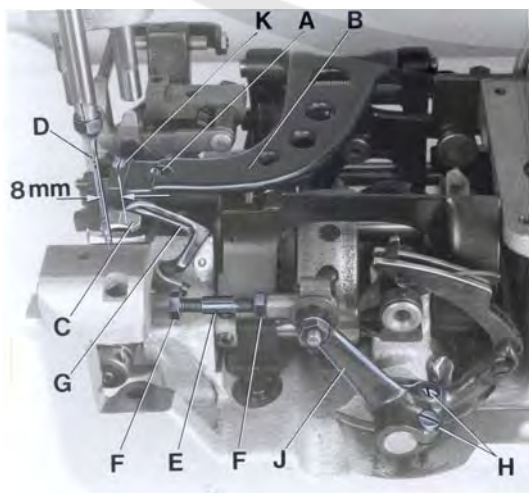
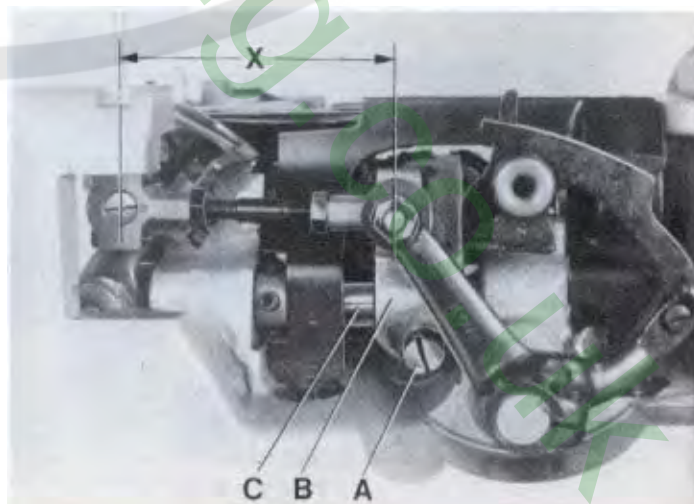
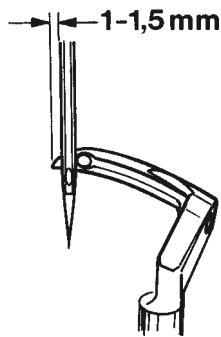
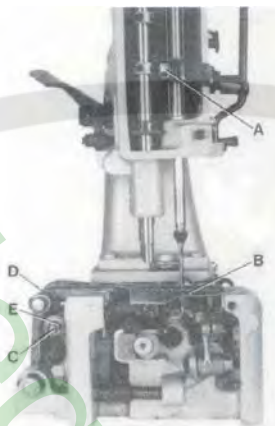

Fig. 3
Fig.4
Fig.5
Fig.6
Remove the presser foot, throat plate and feed dog and on styles 80800H and HA also the needle guard for convenient access to the machine. On styles 80800C, D and E loosen the screw (A, Fig. 3) in the feed bar (B) and push the feed bar needle guard (C) to the rear to avoid its contacting the needle (D).
Quite el pie prensa tela, la placa de la aguja y el diente de arrastre y en las máquinas 80800H y HA también el guarda aguja para tener mejor acceso a la máquina. En los estilos 80800C, D y E suelte el tornillo (A, Fig.3) en la barra de alimentación B y mueva el guarda aguja (C) en la barra de alimentación hacia atrás para evitar que tenga contacto con la aguja (D).
For the two thread double locked stitch styles 80800C, E, H and HA, set the looper connecting rod (E) so the distance (X, Fig. 4) between the center lines of the two ball joints is 69.8 mm (2 3/4"). The dimension (X, Fig. 4) should be 68.3 mm (2 11/16) on the single thread chain stitch style 80800D. For adjustment loosen the two nuts (F, Fig. 3) and turn connecting rod (E) forward or backward as required to obtain specified dimension, retighten nuts (F).
Para las máquinas de dos hilos como 80800C, E, H y HA ajuste la barra del looper (E) para que la distancia (X, Fig. 4) entre los centros de las juntas tenga una distancia de 69,8 mm (2 3/4"). Esta distancia (X, Fig. 4) debería ser 68,3 mm (2 11/16) en las máquinas de un solo hilo 80800D. Para ajustarlo suelte las dos tuercas (F, Fig. 3) y gire la barra (E) hacia adelante o hacia atrás para conseguir la distancia requerida. Apriete nuevamente las tuercas (F).
Rotate the machine pulley in operating direction so that the looper moves from right to left. The looper point should pass as close as possible to the back of the needle without contacting 0.08 to 0.13 mm (.003 to .005") clearance. For adjustment loosen screws (A, Fig. 4) in the looper eccentric fork (B) and turn looper rocker shaft (C) on the looper rocker forward or backward as required. Retighten screw (A).
Gire el volante en sentido de operación para que el looper se mueva desde la derecha hacia la izquierda. La punta del looper debería pasar muy cerca detrás de la aguja sin tocarla – distancia 0.08 a 0,13 mm (.003 a .005"). Para lograr este ajuste debería soltar el tornillo (A, Fig. 4) en la horquilla excéntrica (B) del looper y girar el eje del looper (C) hacia adelante o hacia atrás. Apriete el tornillo (A) otra vez.
Remove the face cover on machine arm. Rotate machine pulley in operating direction until the looper point, moving to the left, projects 1 to 1.5 mm (.040" to .060") left of the needle (see Fig. 5). Lower edge of looper and upper edge of needle eye must be flush in this position. If adjustment is necessary, loosen clamp screw (A, Fig. 6) in the needle bar connection and move the needle bar up or down, as required. Retighten screw (A) and remount face cover.
At highest point of feed dog travel, the feed dog (B, Fig. 6) should be set so, that the rear teeth project their full depth above the throat plate surface. For setting remove the feed dog and adjust the supporting screw (K, Fig. 3) on the top of the feed bar to the required height. Remount the feed dog, and on styles 80800H and HA also the needle guard.
On styles 80800C, D and E stud (C, Fig. 6) for changing the stitch length is accessible from the outside. On styles 80800H and HA the housing for the tape cutter and the rear cloth plate have to be removed for changing the stitch length.
The length of the stitch can be adjusted by raising or lowering the stud (C, Fig. 6) in the segment slot of the feed rocker (D). Lowering stud (C) will lengthen the stitch. After loosening nut (E), stud (C) can be moved accordingly. When the desired stitch length is obtained, retighten nut (E). Remount housing for cutter and rear cloth plate on styles 80800H and HA.
The needle guard (C, Fig. 3) has to be set so, that it just contacts the needle at its most forward point of travel, without deflecting it. On styles 80800C, D and E loosen screw (A, Fig. 3) in the feed bar (B) and adjust the needle guard (C) accordingly. Retighten screw (A). On styles 80800H and HA loosen the feed dog fastening screw and move the needle guard accordingly. Retighten screw and make sure that the feed dog rests on the supporting screw in the feed bar.
El largo de la puntada se ajusta moviendo el perno (C, Fig. 6) en la ranura del eje oscilante (D). Bajando el perno (C) pone la puntada mas larga y subiéndolo la pone mas corta. Después de aflojar la tuerca (E), el perno (C) se deja mover. Cuando se logra el largo de la puntada deseado, hay que apretar la tuerca (E) otra vez. Vuelva a montar la chumacera para el cortador de cinta y la plancha de costura en los estilos 80800H y HA.
Hay que ajustar el guarda aguja (C, Fig. 3) para que toque en su movimiento hacia delante la aguja pero no la desvíe.
En los estilos 80800C, D y E suelte el tornillo (A, Fig. 3) en el soporte del transportador (B) y ajuste el guarda aguja (C). Apriete el tornillo (A) nuevamente.
Remueva la tapa frontal en el brazo de la maquina. Gire el volante de la maquina en sentido de operación hasta que la punta del looper pase 1 a 1,5 mm (.040" a .060") la aguja (vea Fig. 5). En esta posición el borde inferior del looper tiene que encontrarse en el limite superior del ojo de la aguja. Si se requiere ajuste, suelte el tornillo (A, Fig. 6) en la conexión de la barra de la aguja y mueva la barra hacia arriba o hacia abajo como requerido. Apriete el tornillo (A) y ponga la tapa frontal otra vez.
En el punto mas alto del recorrido del alimentador, los dientes del alimentador (B, Fig. 6) deberían sobrepasar la placa de la aguja por la altura completa de los dientes. Para lograr este ajuste remueva el alimentador y ajuste el tornillo de soporte (K, Fig. 3) en la parte superior de la barra de la alimentación a la altura requerida. Monte el alimentador otra vez y en los estilos 80800H y HA también el guarda aguja.
En los estilos 80800C, D y E el perno (C Fig. 6) para cambiar el largo de la puntada se accesa desde afuera. En los estilos 80800H y HA se deben remover la chumacera para el cortador de cinta y la plancha de costura trasera para cambiar el largo de la puntada. Remueva la tapa trasera.